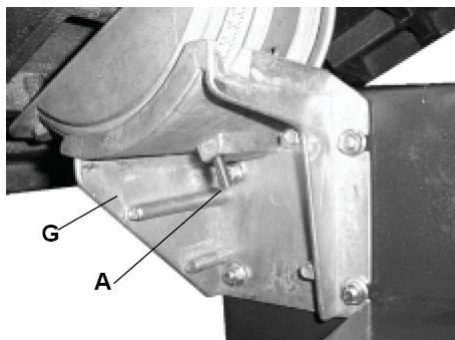

Рис. 3
- Переверніть стіл та відкрутіть баранчик-гайку (C) від болта регулювального блоку (A), болт повинен знаходитися у отворі регулювального блоку (Рис. 3).
- Посуньте стіл та механізм нахилу столу з підпорою до підпори нахилу столу (G) та затягніть болт (A), який з'єднує механізм нахилу столу з підпорою та підпору нахилу столу (Рис. 3).